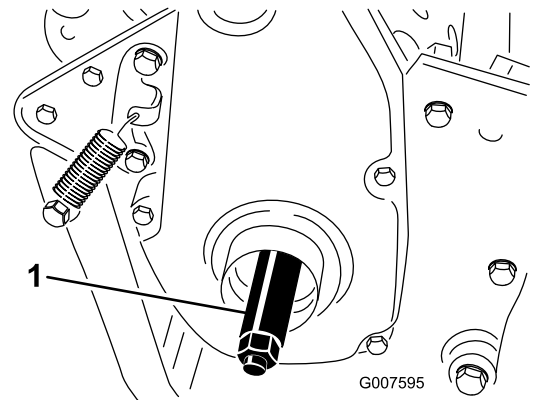

図 7
- 右側ホイールシャフトを機体の右側にある駆動プーリのネジ穴にねじ込む 図 7。